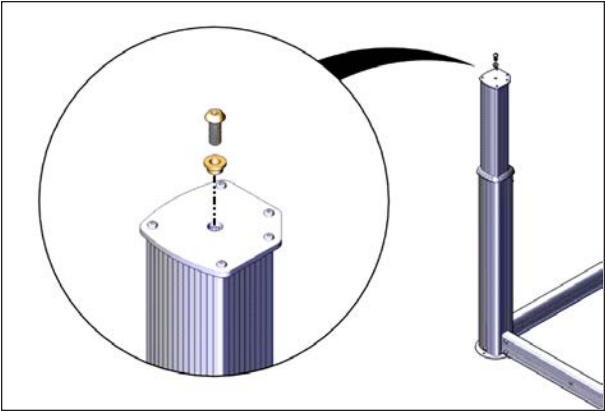

FIGURE 29: ATTACHER LES MANCHONS AUX VÉRINS
23. Installer sur les vérins les vis 3/8 po x 1 po tête à six pans creux et les douilles conservées précédemment. La douille s'installe avec le petit diamètre vers le bas, voir Figure 29.